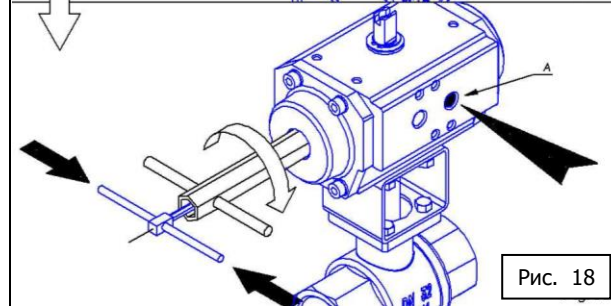

Рис. 18
4. Выбрав желаемую степень открытия, закрепить регулирующие винты в данной позиции и зажать крепеж, см. Рис.18.